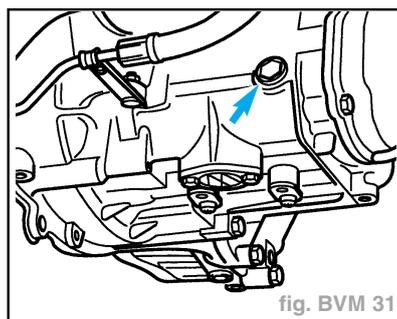

fig. BVM 31
- Déposer la vis de contrôle de l'huile boîte de vitesses (flèche) (fig. BVM 31).